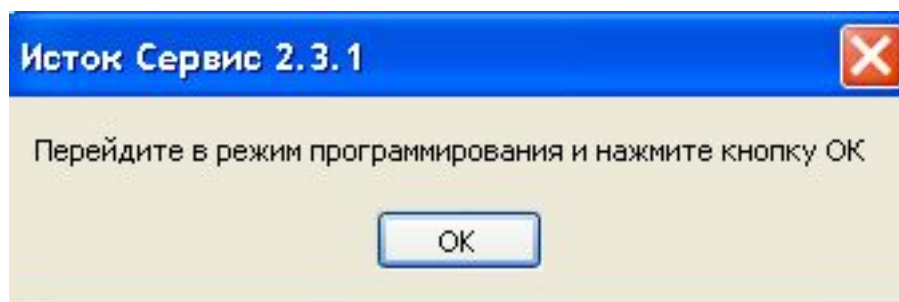

Рис. 3.14: Переход в режим программирования
2. Согласно появившемуся сообщению см. рис. 3.14 перевести прибор в режим программирования и нажать кнопку «ОК»